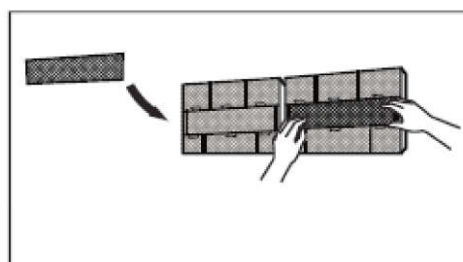

fig. 19 -
4. Verwijder het luchtzuiveringsfilter aan de achterkant van het hoofdfilter ("fig. 19 -") en maak het schoon met een stofzuiger